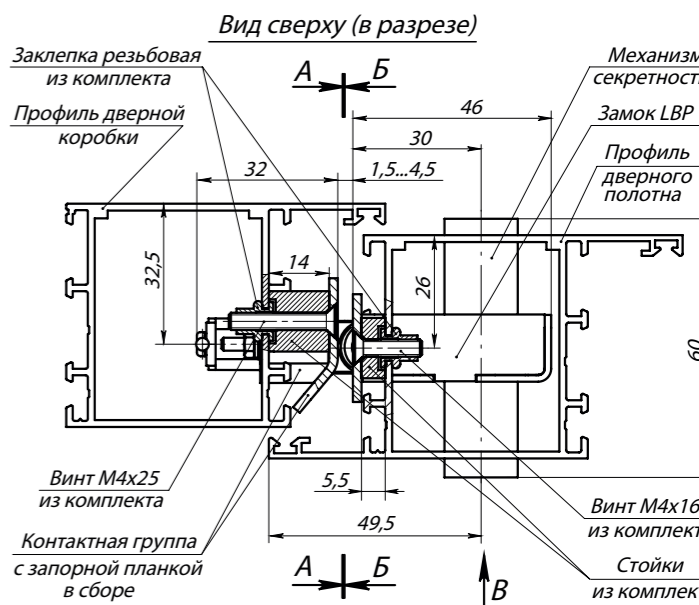

Рис. 3. Замок с контактной группой PERCo-BP2 в сборе (виды А, Б и В изображены на установочных шаблонах)
- профили дверного полотна AGS68\_6863, AGS50\_5213 и профили дверной коробки: AGS68\_6864, AGS50\_5215 (ООО «Агрисовгаз»), или аналогичные им по своему сечению (см. рис. 3).
4. Для замка с запорной планкой PERCo-BP2. Установите замок (1) в заранее подготовленный паз в профиле дверного полотна. Подложите под точки крепления замка стойки из комплекта поставки, после чего закрепите замок винтами M4x16 (5) (см. рис. 3).